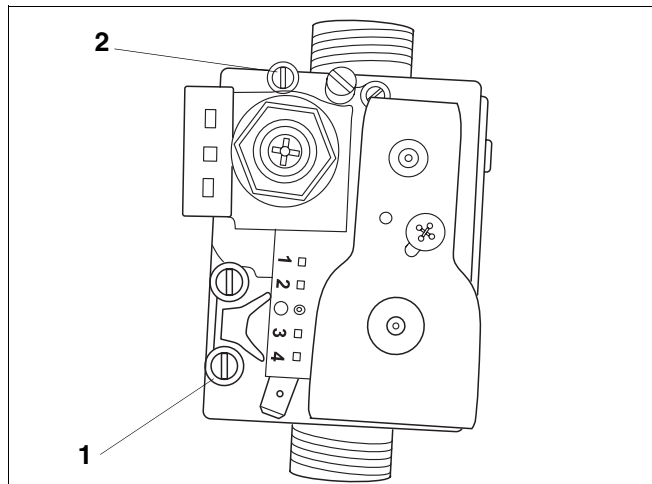

Рис. 18 Газовая установка SIT
- Вывернуть запорный винт измерительного ниппеля давления и воздушник комбинированного газового клапана и подключить манометр (рис. 18, поз. 1).
Легенда к рис. 18: Газовая установка SIT
- Подключить манометр к измерительному ниппелю комбинированного газового клапана (смотри. рис. 18, поз. 2 на стр. 18).